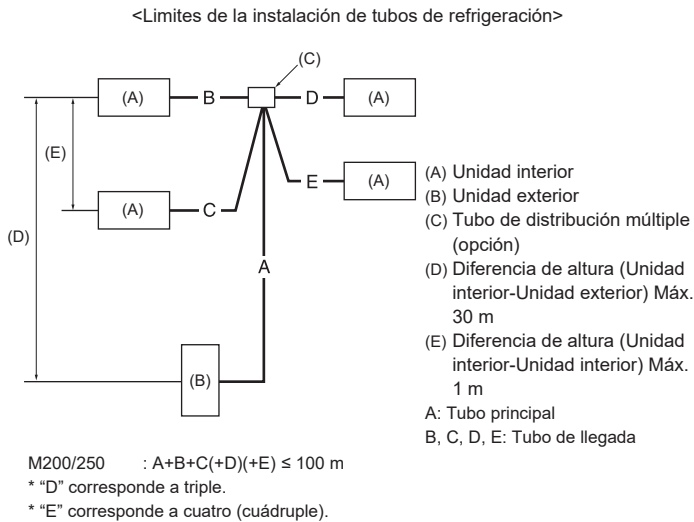

Fig. 4-10
4.8. Para combinación doble/triple/cuádruple (Fig. 4-10)